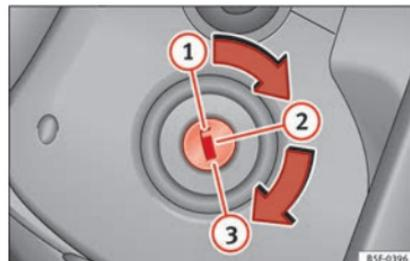

Fig. 131 Posizioni della chiave di accensione.
In questa posizione »» **fig. 131** sia il motore che il quadro sono spenti e si può inserire il bloccasterzo.
- Girare la chiave fino alla posizione » fig. 131 . La spia  si accenderà nel caso di preincandescenza del motore.
- Girare la chiave fino alla posizione » **fig. 131** .